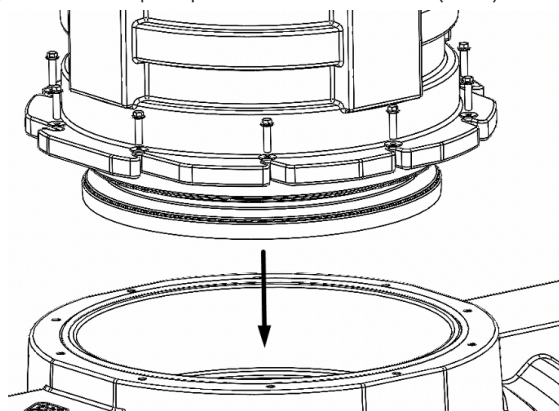

Рис. 3 – Процесс установки горловины
3. Установить горловину в емкость и зафиксировать болтами с шайбами (Рис. 3)